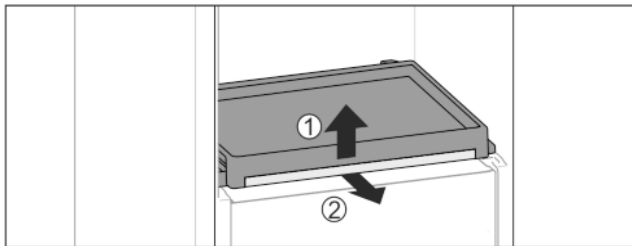

Fig. 36
- ▶ Scoateți raftul extractibil cu placa de sticlă: Ridicați ușor placa de sticlă în față Fig. 36 (1) și extrageți-o spre înainte Fig. 36 (2).